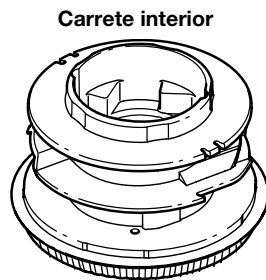

Fig. 24
- Saque toda la línea que haya en el carrete interior antes de limpiarlo. Saque todos los residuos o pasto de la perilla, resorte, carrete interno y sello de espuma. Lave el carrete interno con agua jabonosa tibia (Fig. 24).